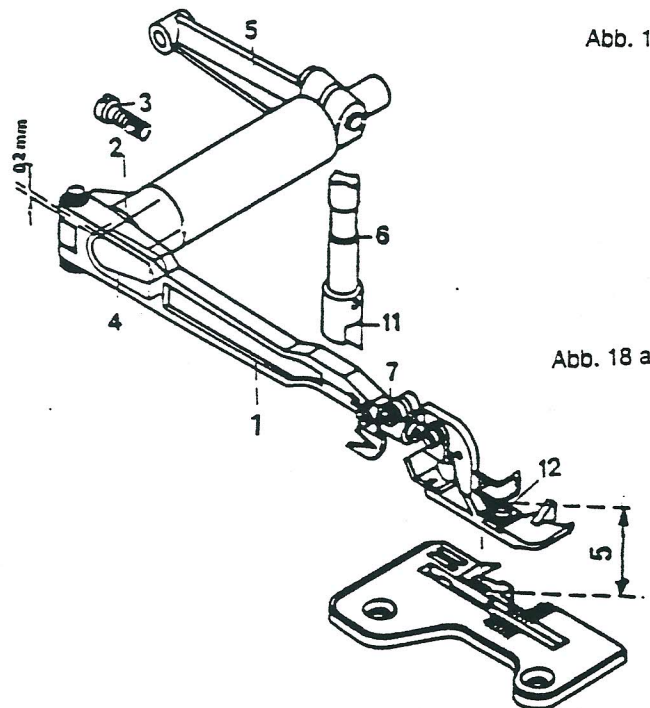

Abb. 17
- Federkraft durch den Winkel 4 so einstellen, daß sich die Frontklappe beim Schließen selbstständig bis zum Anschlag an das Untermesser bewegt. Dabei soll der Anschlag 3 durch die Feder so fest wie möglich an das Gehäuse gedrückt werden (Abb. 17).